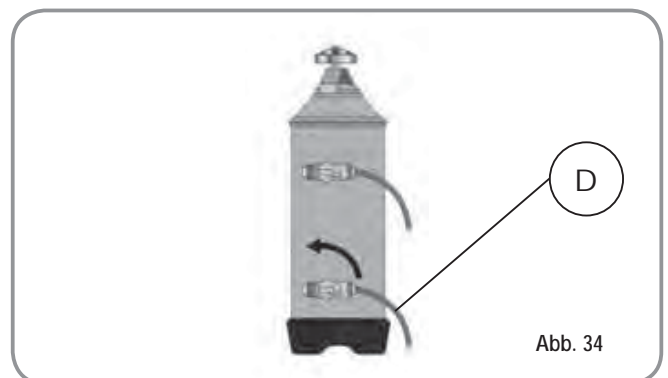

Abb. 34
3) Hebel D wieder nach links führen (Abb. 34).